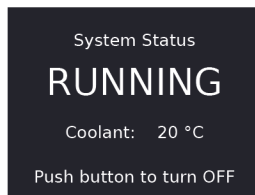
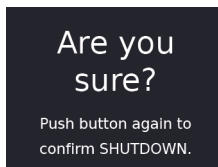

Abbildung 4-8 Betriebsbildschirm
Abbildung 4-10 Bestätigungsbildschirm
5. Der Normalbetrieb des Kühlers beginnt, sobald der Betriebsdurchfluss erreicht ist. Der Betriebsbildschirm wird angezeigt (siehe Abbildung 4-8 auf Seite 144).
1. Drücken Sie die Taste **MODE** (Modus) einmal. Es erscheint ein Bildschirm, der die Abschaltung des Kühlers bestätigt (siehe Abbildung 4-10 auf Seite 145); die Anzeige blinkt gelb. Wenn die Taste **MODE** (Modus) nicht innerhalb von 5 Sekunden ein zweites Mal gedrückt wird, kehrt der Bildschirm zum Status **Running** (Betrieb) zurück (siehe Abbildung 4-8 auf Seite 144).